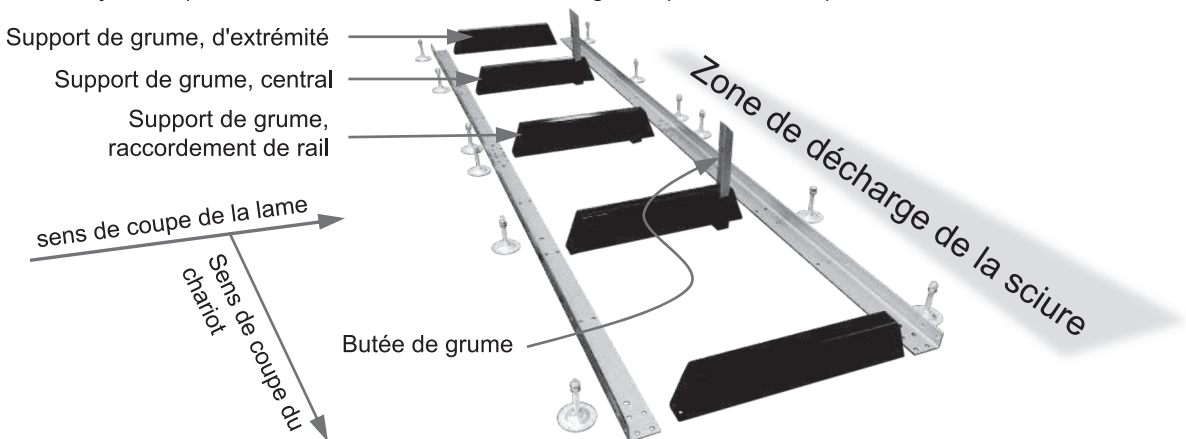

Fig. 10
Étape 6 : Mettre en place le rail, les supports de grume et les pieds de nivellement. Commencez l'assemblage en disposant le rail, et des supports de bûches (Fig. 10) à l'endroit où il sera installé. Placez les supports de grume central et de raccordement de rail de façon à ce que les tubes de butée de grume soient du même côté où se trouvera la zone de décharge de la sciure. Cela permettra de s'assurer que la direction de coupe de la lame poussera toujours la pièce à travailler contre les butées de grume pendant la coupe.
Étape 10 : Installez les butées de grume longues et vérifiez la disposition. Placez les deux butées de grume longues dans les tubes de réception des supports de grume centraux (fig. 14) et fixez-les solidement à l'aide d'un boulon à oreilles (fig. 15). Vérifiez que vos rails sont bien situés par rapport à la direction de coupe de la lame, à la direction de coupe du chariot et à la zone de décharge de la goulotte à sciure, comme indiqué précédemment à la fig. 10. Corrigez tout écart trouvé.